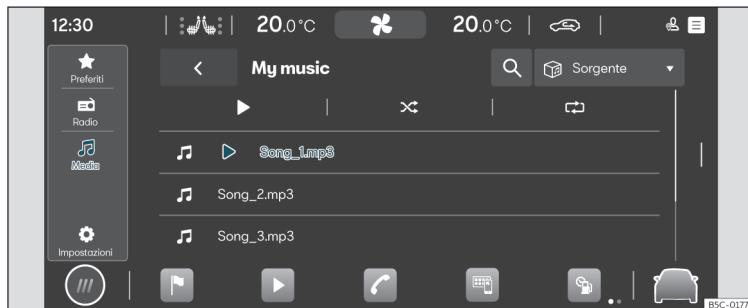

Fig. 147 Rappresentazione schematica: Visualizzazione multimediale
- Premere **HOME** > ► > >>> **fig. 147**.